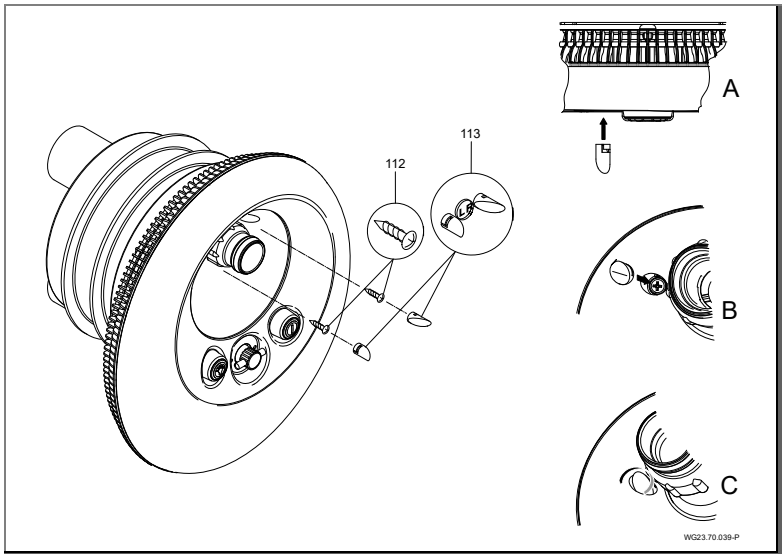

Fig. 20
10. Fijar los tapones decorativos en la cubierta de luz (110) tal como se muestra en la figura 16 A-C. Utilizar los tapones decorativos correctos para los lados izquierdo (L) y derecho (R). (Fig. 20)
1. Afloje el prensaestopas (20).
4. Desbloquear la cubierta (113). Ver "Fig. 20", página 33.
5. Afloje el tornillo (112) y retire la cubierta de luz (110).
6. Afloje los tornillos (49) y retire el embellecedor de acero inoxidable (93).
7. Afloje los tornillos (95) y retire el alojamiento de succión (107).
8. Afloje los tornillos (52), retire el anillo de fijación (28) y el retén del anillo de sujeción (27).